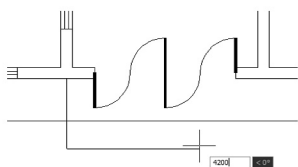

图 2.102 光标向右拖动并输入“4200”
⑥ 在**指定下一个点或 [圆弧(A)/半宽(H)/长度(L)/放弃(U)/宽度(W)]:**提示下,将光标水平向右拖动,输入“4200”后按 Enter 键,如图 2.102 所示。